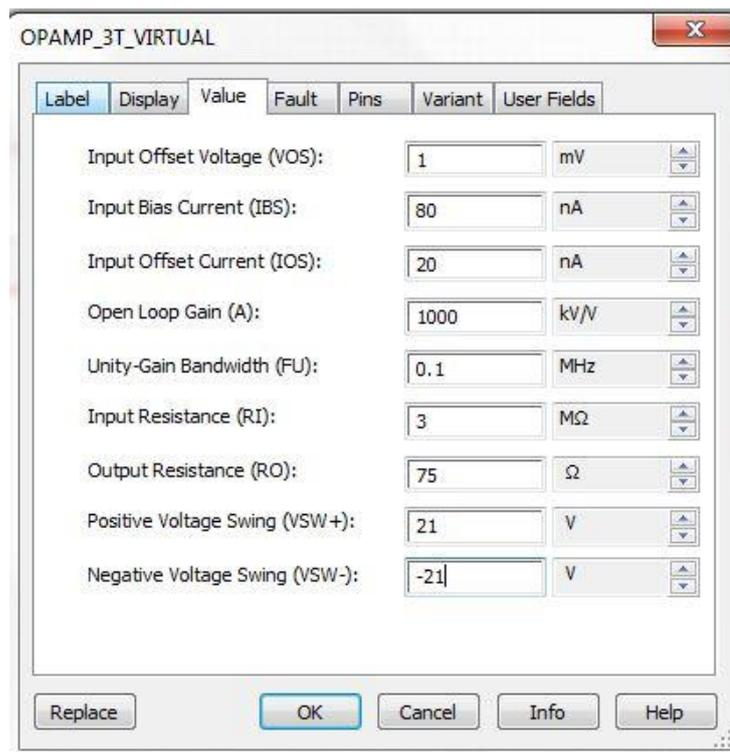

Рис.27. Настройка ОУ
Для настройки параметров ОУ выполняются аналогичные операции. Открывается окно, изображённое на рис.27. Устанавливаются необходимые значения параметров ОУ. *Unity-Gain Bandwidth (FU)* – частота единичного усиления $f_{ед}$, *Open Loop Gain* – коэффициент усиления ОУ.